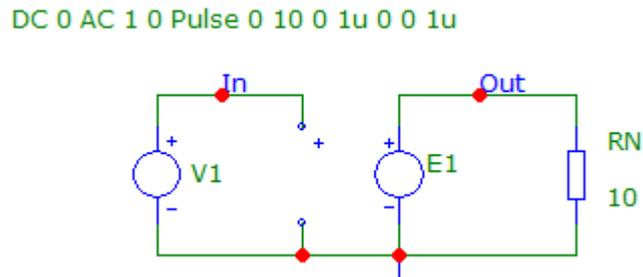

Рис. 2.8 - Схема исследования параметров зависимого источника напряжения
1. Собрать схему исследования источника напряжения, управляемого напряжением (Рис. 2.8). Она состоит из формирующего управляющее воздействие источника  $V1$  и зависимого источника  $E1$ .